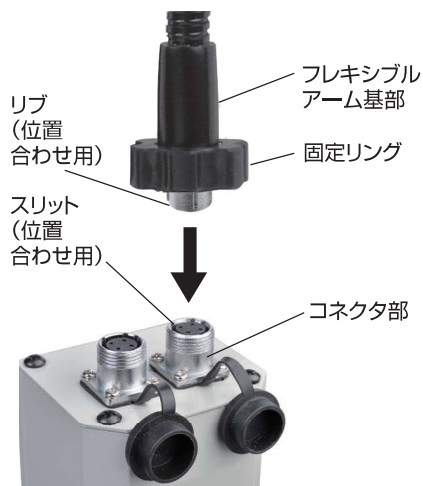

図3
(3) フレキシブルアーム基部をメインユニットの上面のコネクタ部に差し込みます(図3)。この時フレキシブルアーム基部のリブと、コネクタ部の位置合わせ用スリットを合わせて差し込んでください。その後固定リングを時計回りに回して固定します。2本とも同じ方法で固定します。
(4) メインユニットの光量調整ダイヤルを“0”にして電源スイッチは“OFF”にします。電源プラグをコンセントに差し込みます。
(5) フレキシブルアームを曲げ、ランプハウジングを位置づけます。